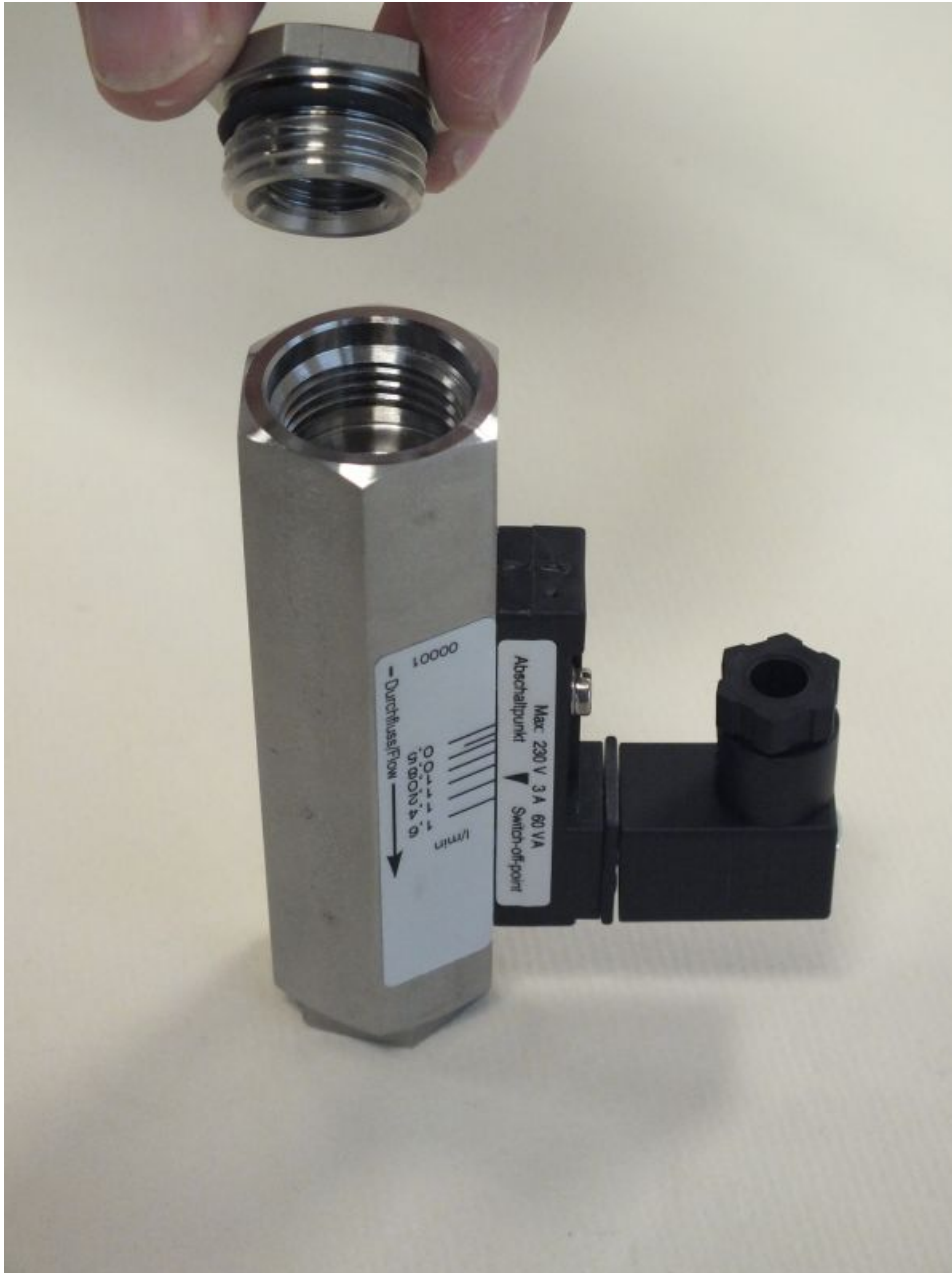

Abb. 46: Verschraubung (Eingang) einsetzen
4. ➤ Verschraubung (Eingang) in den Gerätekörper (Eingang) einsetzen (Abb. 46)